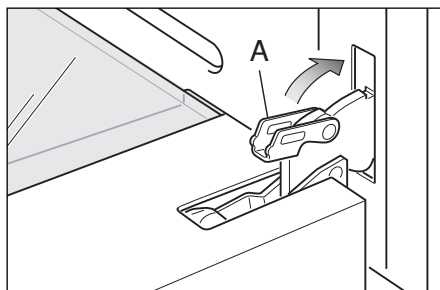

Figura 43d
- 4 Sbloccare la porta del forno aprendola completamente e chiudendo la levetta "A" sulle cerniere sinistra e destra (figura 43d).